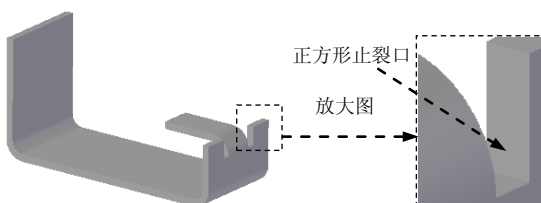

图 3.2.12 正方形止裂口
- **折弯半径 (R)**: 文本框: 该文本框中输入的值指定折弯半径 (在取消选中 ☐ 使用默认值* 复选框的情况下才能激活)。
- ☒ **折弯止裂口 (E)** 复选框: 该复选项框定义是否对弯边所在源面应用折弯止裂口。
- ☒ **延伸止裂口 (X)** 复选框: 该复选项定义是否延伸折弯止裂口到整个面。
- ☒ **正方形 (S)** 单选项: 选中该单选项, 在附加钣金壁的连接处, 将主壁材料切割成矩形缺口来构建止裂口, 如图 3.2.12 所示。